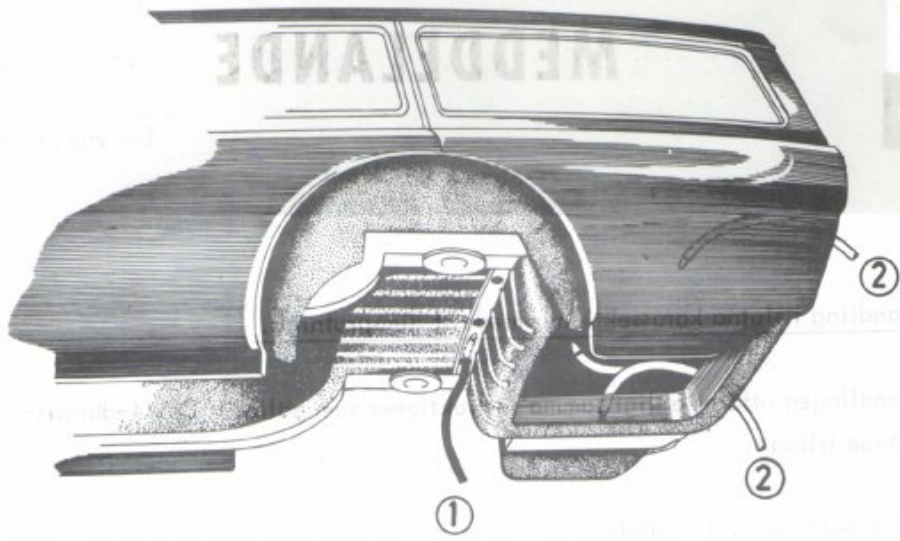

Fig 1
- Vadden i främre övre hörnet av bagageutrymmet avlägsnas, se bild 1.
Balken sprutas underifrån i redan befintliga hål enligt 1 fig. 1.
Sprutning sker på botten och på väggen enligt 2 fig. 1.